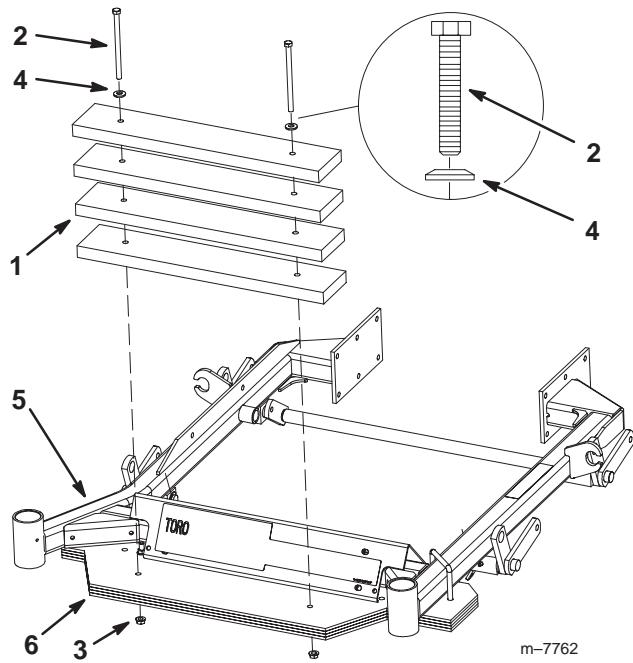

Figure 17
3. Placez 4 boulons (3/8 x 2 pouce), 4 rondelles Belleville et 4 contre-écrous (3/8 pouce) dans les masses pour les fixer en place (Fig. 17).
1. Placez les barres contrepoids sur les masses (Fig. 17).
2. Fixez les contrepoids aux masses avec 2 boulons (3/8 x 5–3/4 pouce), 2 rondelles Belleville et 2 contre-écrous (3/8 pouce) (Fig. 17).